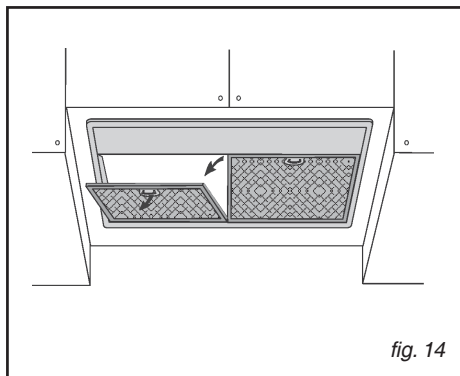
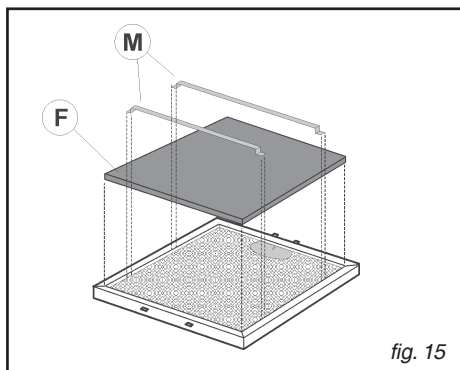
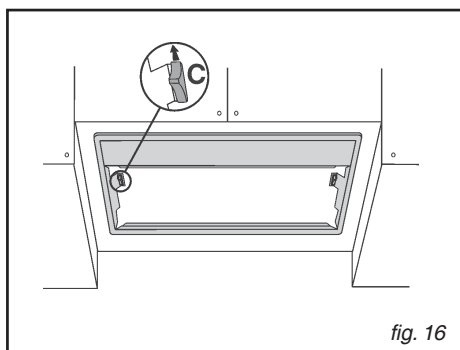

fig. 14
fig. 15
fig. 16
• Démontage des filtres à graisse (fig.14)
• **Démontage du/des filtres à charbon (fig.15)**
Pour enlever les filtres à charbon, il faut d'abord démonter les filtres antigrasse (Fig.14). Après, enlevez les arrêtes (M) et les filtres à charbon (F) - Fig. 15.
Pour remplacer les ampoules, démonter les filtres à graisse (Fig.14); démonter aussi l'encadrement en déplaçant les deux blocage latéraux C (Fig.16).